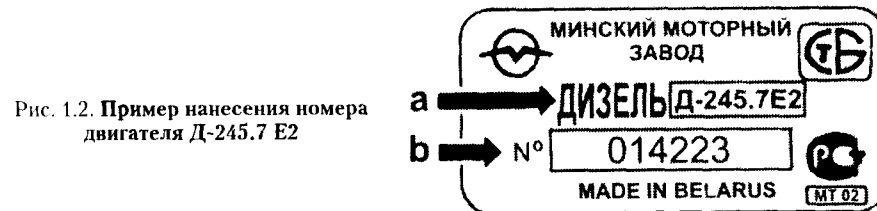

Рис. 1.2. Пример нанесения номера двигателя Д-245.7 Е2
**Идентификационный номер двигателя** выбит на заводской табличке (рис. 1.2), расположенной на блоке цилиндров с правой стороны в средней части.